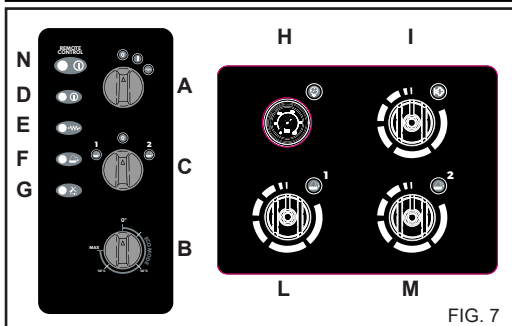

FIG. 7
- 2) Schakel de hogedrukreiniger in en kies met behulp van de keuzeschakelaar C) fig. 7 het te gebruiken product ("1" of "2"). Open de kraan van het betreffende reinigingsproduct, ref. L) voor het product "1" of ref. M) voor het product "2" (fig. 7), door de knop tegen de wijzers van de klok te draaien. Besproei het te reinigen oppervlak, met een beweging van onder naar boven toe.
- 3) Zet de keuzeschakelaar van het reinigingsproduct C) fig. 7 in de stand "0". Sluit de doseerkraan door de knop in wijzerzin te draaien.